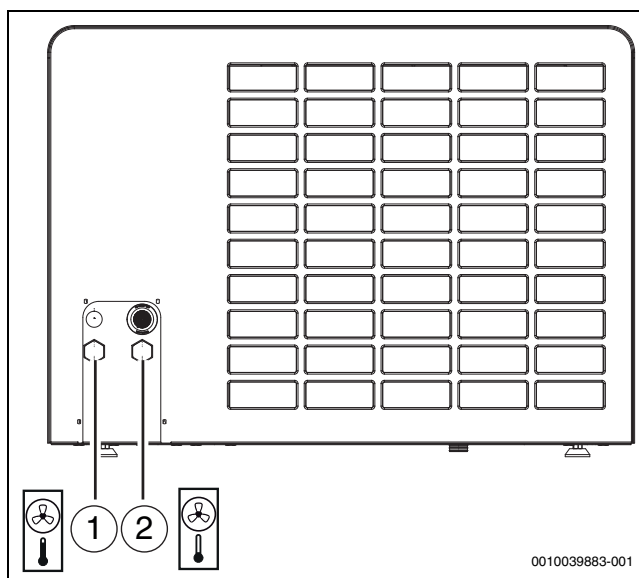

Fig. 28 Raccords de tuyaux du fluide caloporteur ; la description s'applique à toutes les tailles
- Raccorder la conduite de départ de l'unité intérieure à la sortie du fluide caloporteur (→ [1], fig. 28).
- Raccorder la conduite de retour de l'unité intérieure à l'entrée du fluide caloporteur (→ [2], fig. 28).